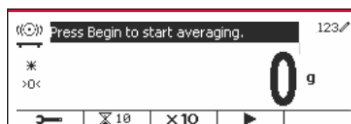

Figure 84
- Lorsque la valeur saisie s'affiche dans le coin supérieur gauche de l'écran, appuyez sur le bouton multifonction correspondant à l'icône . (Voir Figure 84)